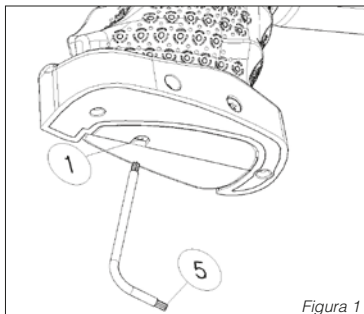

Figura 1
- 12 No 1 de la Figura 1: ajuste del agujero para ajustar la potencia del resorte en el movimiento de contención que es el primer movimiento del gatillo.
- 13 No 5 de la Figura 1 (T8) Introducir la parte larga del tornillo en el agujero no 1 y dar vuelta hacia la derecha.